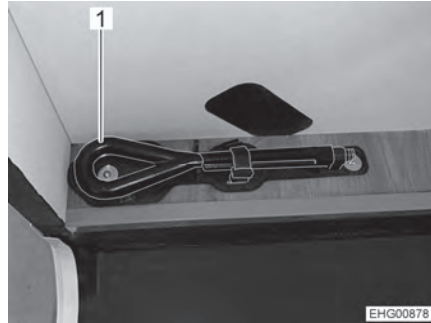

Bild 1 Bogserögla
- ▷ Enligt instruktionsboken för basfordonet Ford finns bogseröglan under passagerarstolen. I husbilen finns dock bogseröglan (Bild 1,1) i ett fäste på en golvavsats i det bakre lastutrymmet.